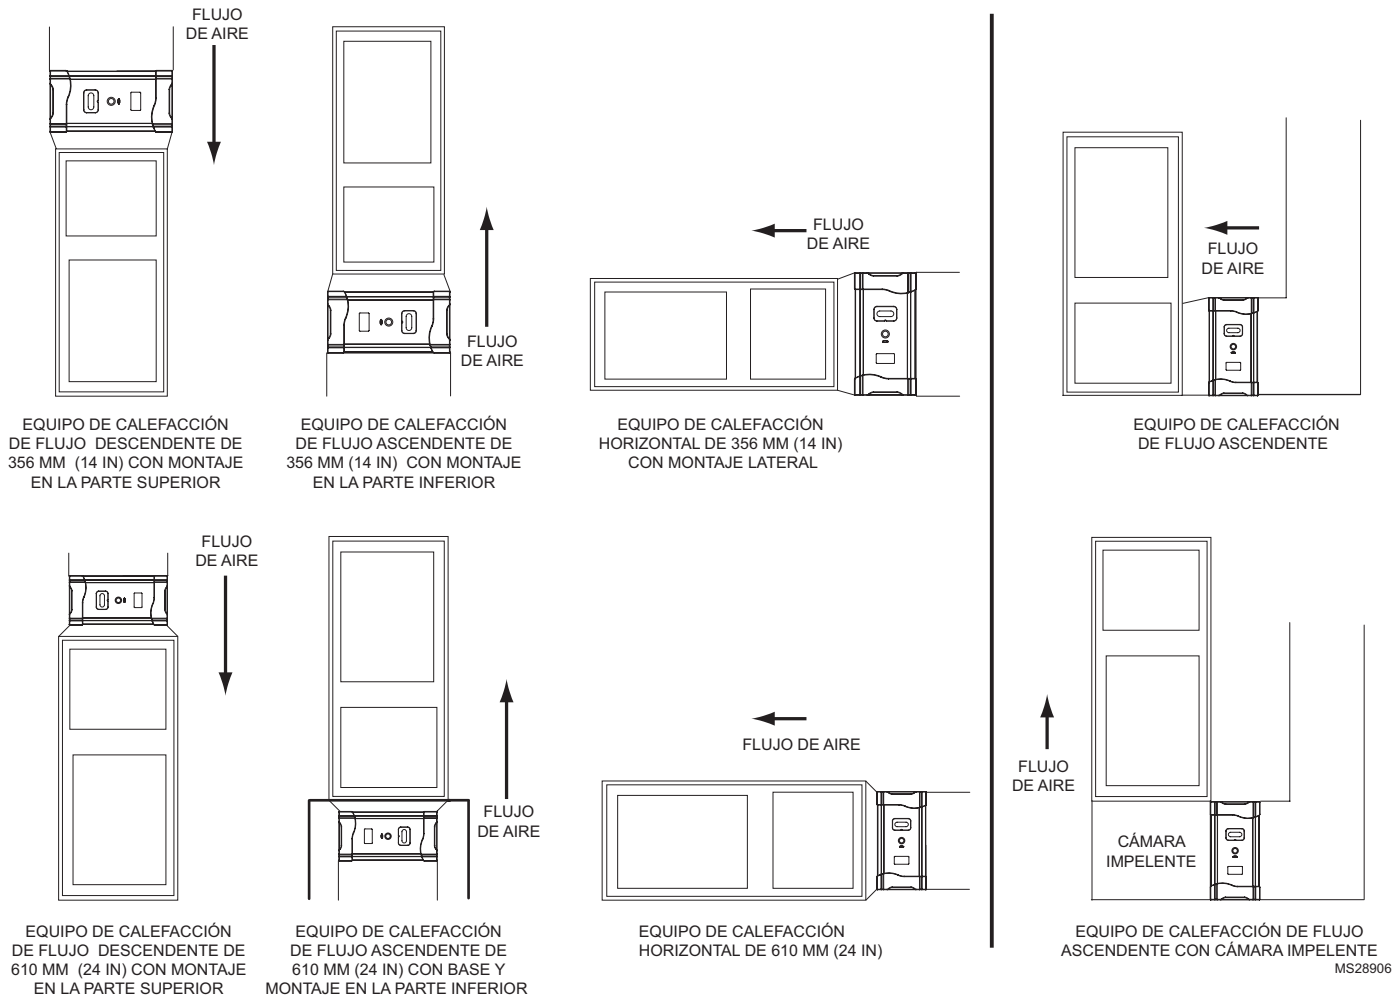
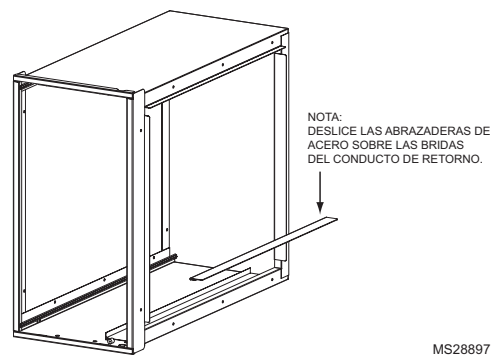

Fig. 8. Orientación del gabinete para los modelos FH8000F con transición.
Fig. 10. Uso de los adaptadores para el conducto de retorno.
- Coloque el gabinete entre el equipo de calefacción y el conducto de aire de retorno (ver Fig. 7 en la página 10, Fig. 8 en la página 11, Figura 9 y Fig. 10 en la página 13). Es posible que necesite un conducto de transición.
- f. Se incluyen adaptadores para el conducto de aire de retorno, para mayor conveniencia del instalador. Deberán utilizarse para conectar el lateral superior del gabinete del limpiador de aire mejorado Honeywell al conducto de aire de retorno (ver Fig. 10).